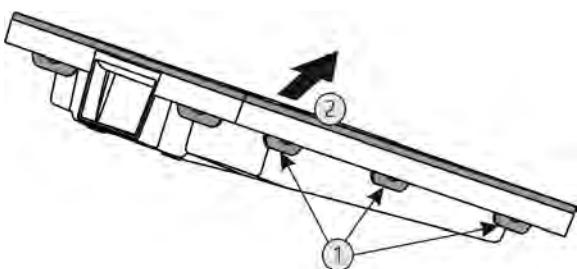

Fig. 39
- Последовательно нажать на все накладки Fig. 39 (1) и снять крышку Fig. 39 (2).